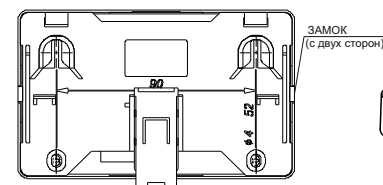

Рисунок 2
- при установке на стену (Рисунок 2):